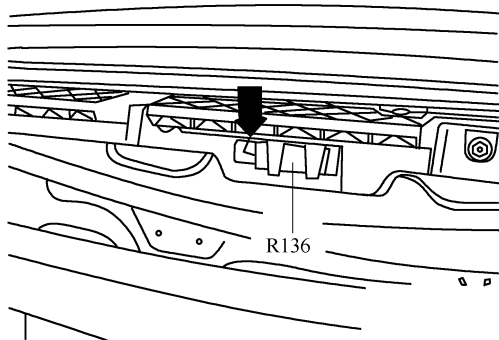

图 5-4-30 拆卸天线
① 关闭点火开关和所有用电器，拔出点火钥匙。
② 拆卸后保险杠盖板。
③ 拔下插头。
④ 按压卡子(箭头)，取出进入及起动许可后部保险杠天线 R136，如图 5-4-30 所示。